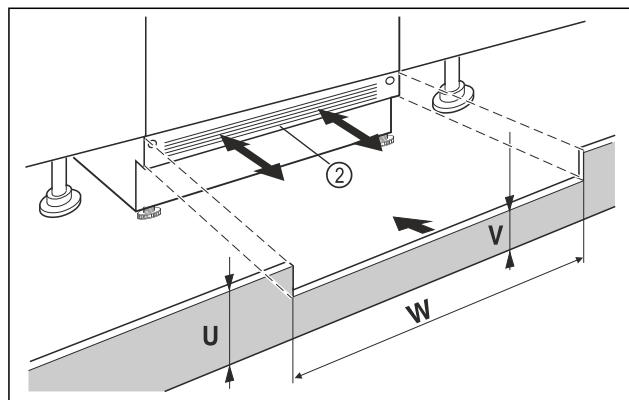

Fig. 70 Représentation à titre d'exemple
- Mettre le panneau de socle de l'appareil Fig. 70 (2) en place sans le fixer.
- Si le panneau de socle est visible Fig. 70 (2), le tirer vers l'avant de sorte à aligner l'avant de la grille d'aération et du panneau de socle du meuble.
- Si le panneau de socle est dissimulé Fig. 70 (2), le pousser entièrement vers l'arrière.
- Veiller à ce que les fentes d'aération soient complètement dégagées : si nécessaire, couper le panneau de socle du meuble Fig. 70 (U) en hauteur !
- Ajuster la hauteur de la traverse Fig. 70 (V) sous le panneau de socle de l'appareil Fig. 70 (2) sur la largeur de la niche Fig. 70 (W).